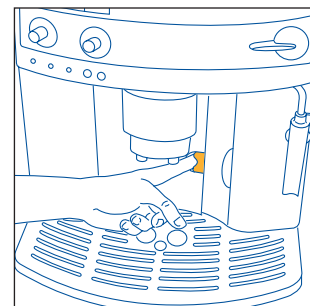
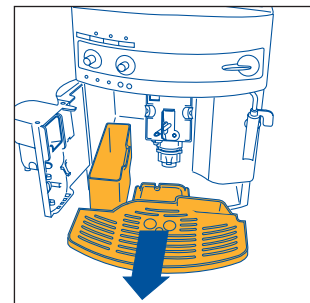

Abb. 15
Abb. 16
HINWEIS 7: Die Kaffeemaschine zählt die Anzahl der abgegebenen Kaffees. Alle 14 einzeln (oder 7 paarweise) zubereitete Kaffees, leuchtet die Kontrollanzeige  konstant auf (siehe Kap. 12 Punkt 3), um anzuzeigen, dass der Kaffeesatzbehälter voll ist und entleert sowie gereinigt werden muss. Solange der Kaffeesatzbehälter nicht gereinigt wird, bleibt die Kontrollanzeige eingeschaltet, und es kann kein Kaffee zubereitet werden. Zur Reinigung, die Serviceklappe durch Ziehen am entsprechenden Griff auf der Vorderseite öffnen (Abb. 15); daraufhin schaltet sich die blinkende Kontrollanzeige  ein (siehe Abschn. 12 Punkt 9); dann die Abtropfschale entnehmen (Abb. 16), entleeren und reinigen. Entleeren und reinigen Sie sorgfältig den Kaffeesatzbehälter, wobei darauf zu achten ist, dass alle sich auf dem Boden abgelagerten Rückstände beseitigt werden. Trocknen Sie zudem die eventuell in der Maschine unter der Abtropfschale sich angesammelten Kondenswassertropfen ab.
- Die Serviceklappe öffnen (Abb. 15);
- Die Abtropfschale und den Kaffeesatzbehälter entnehmen (Abb. 16) und reinigen;